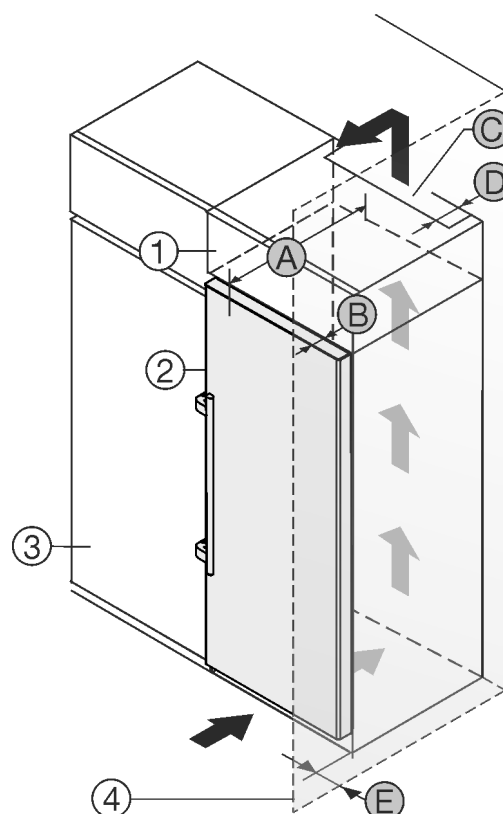

Fig. 2
È possibile posizionare l'apparecchiatura accanto a un mobile da cucina Fig. 2 (3)*.
Sul lato posteriore dell'armadietto sovrapponibile deve essere presente un vano di scarico dell'aria con la profondità Fig. 2 (D) che attraversa l'intera larghezza dell'armadietto sovrapponibile.*
Sotto al soffitto deve essere presente la sezione di ventilazione Fig. 2 (C)*.
Se si installa l'apparecchiatura con le cerniere accanto a una parete Fig. 2 (4), la distanza tra l'apparecchiatura e la parete deve essere di almeno 57 mm, che corrisponde alla sporgenza della maniglia a porta aperta.*
Per poter aprire completamente la porta, installare l'apparecchiatura in modo che sporga dal frontale del mobile da cucina almeno della misura della profondità della porta Fig. 2 (B). L'apparecchiatura può sporgere ulteriormente a seconda della profondità dei mobili da cucina Fig. 2 (3) e dell'utilizzo di distanziatori a parete.*